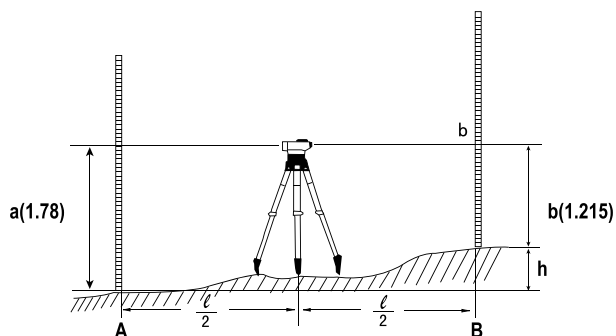

Рисунок 3
- Установите измерительные рейки A и B в вертикальное положение. Поместите прибор между ними (рис. 3).